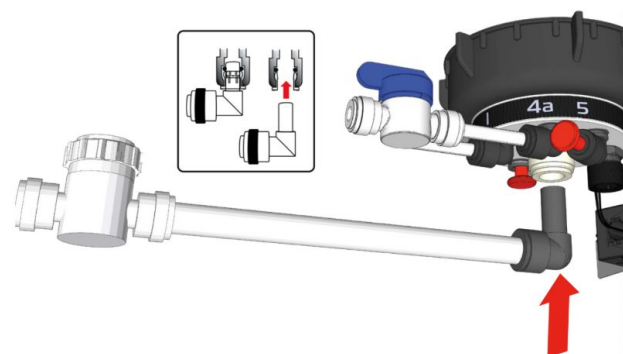

Fig. 4
2. CORTAR un extremo cuadrado limpio en un tubo semirrígido de 15 mm de diámetro exterior, lo suficientemente largo como para llegar a la salida de alto caudal del depósito (Fig. 4) O utilizar un vástago liso Speedfit X WFLX51.